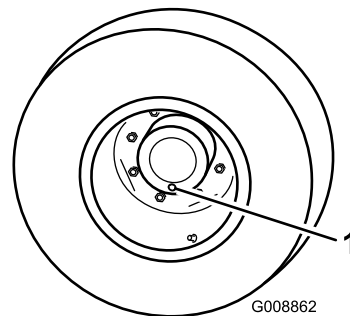

Рисунок 53
1. Поставив машину на ровную поверхность, расположите колесо так, чтобы одна контрольная пробка находилась в самом нижнем положении («6 часов») (Рисунок 53).